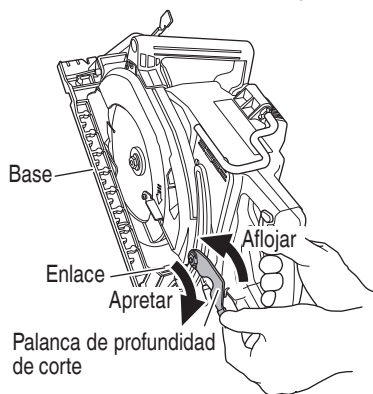
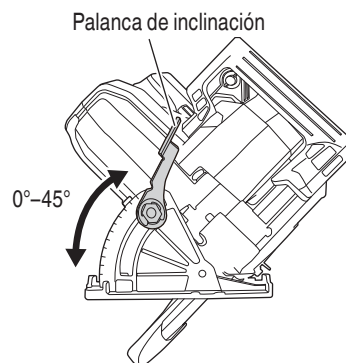

Fig. 21
Fig. 22
7. Verifique si la palanca de profundidad de corte y la palanca de inclinación están apretadas. Si la palanca de profundidad de corte con la que se ajusta la profundidad de corte (Fig. 21) y la palanca de inclinación con la que se ajusta el ángulo de inclinación (Fig. 22) están sueltas, pueden resultar en lesiones físicas. Asegúrese de que estén fijadas de forma segura. Asegúrese de que se encuentren firmemente apretadas.
1. Ajuste de la profundidad de corte (Fig. 21)
Puede inclinar la hoja de la sierra desde un ángulo de 0° hasta un máximo de 53° en relación con la base. Como se muestra en la Fig. 22 aflojando la palanca de inclinación en el calibrador de inclinación y en la tuerca de mariposa, la hoja de la sierra se puede inclinar hasta un ángulo máximo de 45° en relación con la base.
Si la palanca de profundidad de corte (Fig. 21) está suelta, podrían producirse lesiones. Asegúrese de que esté fijada de forma segura.